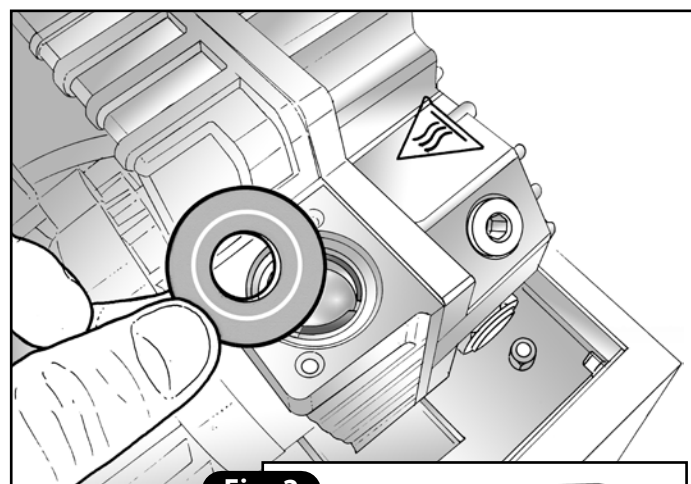

Fig. 2
- 4) Rimuovere in sequenza l'otturatore in gomma e quello in acciaio. Verificare lo stato di tutta la sezione di aspirazione accessibile e, se necessario effettuarne pulizia con uno straccio imbevuto d'alcol (**Fig. 2**).